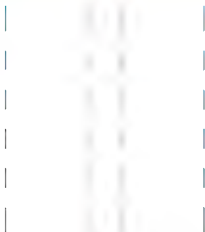

图 4.87 绘制轴线
(1) 将【轴线】图层设置为当前层。
(2) 绘制长度为 14700(14700=3300×4+600+900)mm 的垂直线, 并自左向右依次偏移 5400mm、2100mm、5400mm, 结果如图 4.87 所示。